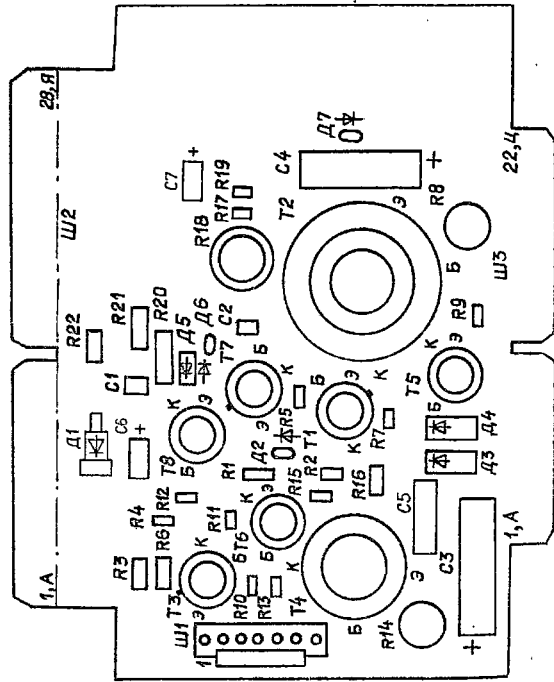

Рис.2
- Рис.2. Блок питания (У1). Плата П2.